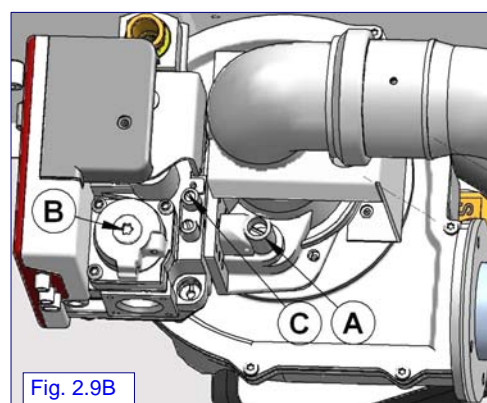

Fig. 2.9B
**N.B. La vite (B) (Fig.2.9B) della valvola gas non necessita di alcuna regolazione essendo già stata tarata al collaudo in fabbrica con rapporto aria/gas 1/1**